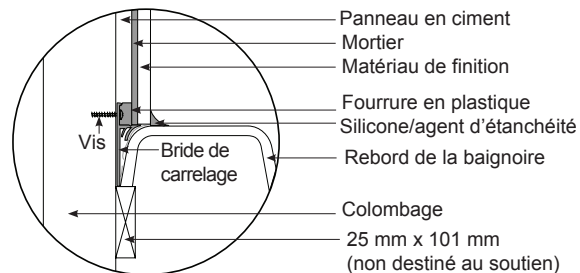

Fig. 17
2. Placez la baignoire dans l'alcôve. Vissez la bride sur le montant en bois. Il pourra s'avérer nécessaire de compenser l'unité pour combler tout espace entre le montant en bois et la bride (Figure 17).